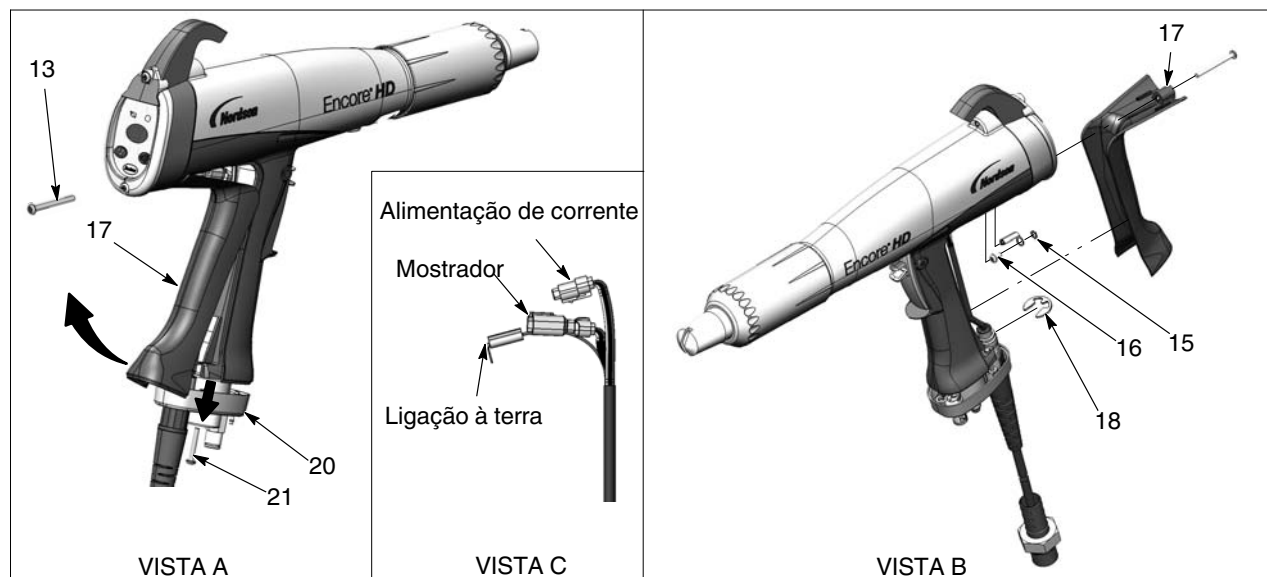

Figura 6-7 Substituição do cabo
2. Consulte a figura 6-7, vista A. Remova os dois parafusos M3 x 20 (21) que fixam a base do punho (20) ao punho.
3. Remova o parafuso M3 x 35 inferior (13) do módulo do mostrador.
4. Puxe a base afastando-a do punho o suficiente para libertar da base o bordo inferior do contacto de terra (17).
6. Consulte a figura 6-7, vista B. Retire, do contacto de terra, o parafuso M3 x 8, as anilhas de segurança (16, 15) e o terminal de terra.
7. Retire o freio (18) do cabo.
8. Consulte a figura 6-7, vista C. Puxe os conectores do cabo para fora do punho. Introduza uma pequena chave de fendas nas ranhuras das fichas da fonte de alimentação e do mostrador, para soltar o fecho e as desligar.
1. Consulte a figura 6-7. Enfie um cabo novo através da base do punho, depois monte o freio (18) no cabo para o segurar no seu lugar.
3. Ligue o terminal do cabo ao contacto de terra (17) com o parafuso M3 x 6 e as anilhas de segurança (16, 15).
6. Empurre a base do punho (20) contra o punho e o contacto de terra e aperte bem os dois parafusos M3 x 20 (21) na base.
7. Monte o parafuso M3 x 35 (13) na parte inferior do módulo do mostrador.